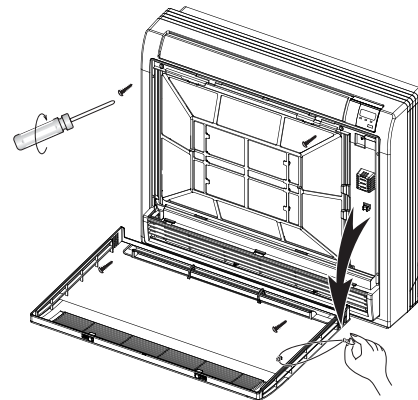

Fig. 12 — Retirez les vis
2. Retirez le panneau avant (consultez la figure 12).